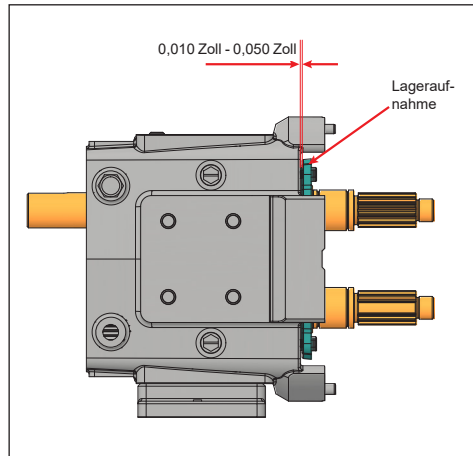

Abbildung 85 - Lageraufnahmespiel
5. Die Lageraufnahme muss fest am Lager anliegen. Lassen Sie ein Spiel zwischen 0,010 und 0,050 Zoll (0,25 bis 1,25 mm) zwischen der Rückseite der Lageraufnahme und der Vorderseite des Getriebegehäuses (Abbildung 85). Liegt das Spiel nicht innerhalb dieses Bereichs, legen Sie Ausgleichsscheiben (Shims) zwischen Lager und Aufnahme.